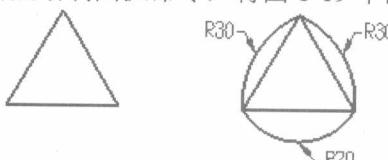

图1-19
**【练习1-19】：**打开附盘上的文件“1-19.MCX”，利用【Create】/【Arc】/【Create Arc Endpoints】两点绘制圆弧命令，将图 1-19 中的左图绘制为右图。